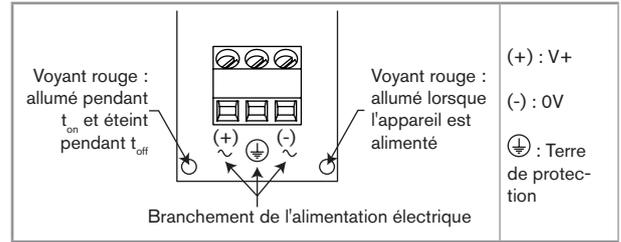
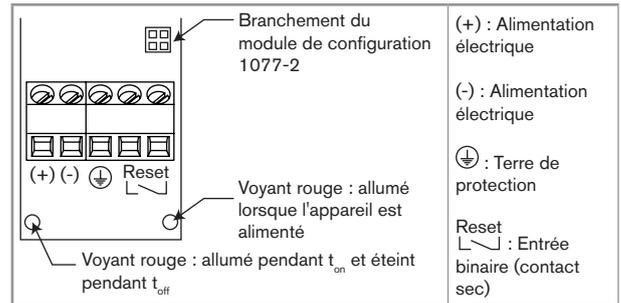

Fig. 5 : Affection des bornes du 1078-1
Fig. 6 : Affection des bornes du 1078-2
- Insérer le câble dans l'écrou puis dans le presse-étoupe et câbler selon la Fig. 5 ou la Fig. 6.
- Insérer le 1077-2, avec son joint d'étanchéité, sur le 1078-2, dans l'un ou l'autre sens. Voir Fig. 6, page 21.